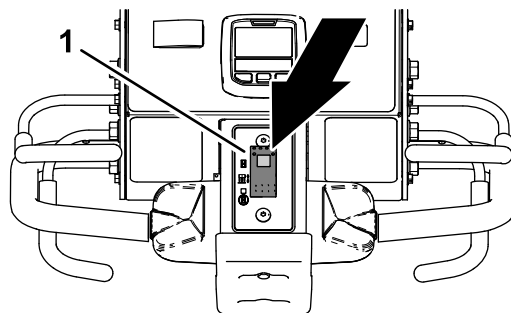

Figure 89
- Appuyez sur le haut de la commande d'abaissement (Figure 89) pour sélectionner la position ABAISSEMENT DIFFÉRÉ.